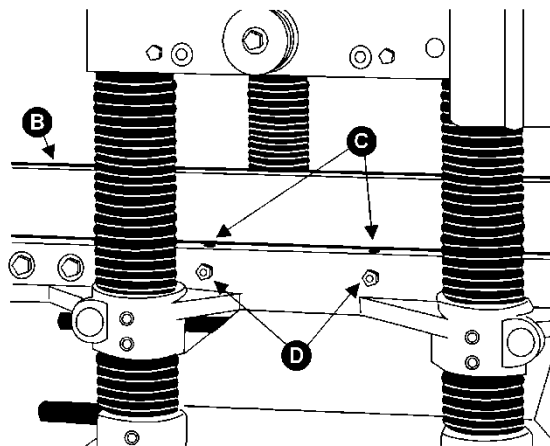

Рис. 15
2. Положите на оба ролика поверочную линейку (В, см. Рис. 15).
3. С одной стороны стола ослабьте установочные винты (С, см. Рис. 15) с помощью шестигранного ключа и вращайте эксцентриковые валы (D, см. Рис. 15), чтобы поднять или опустить ролики.
4. После достижения требуемой высоты, затяните установочные винты (С, см. Рис. 15).